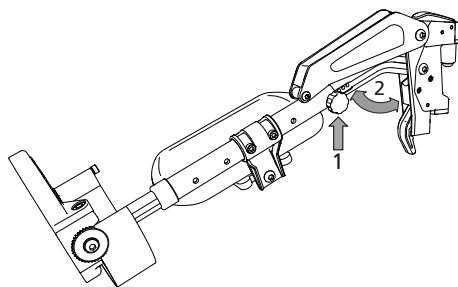

Abb.53
1. Lösen Sie die Sterngriffschraube 1-Umdrehung gegen den Uhrzeigersinn. (1, Abb. 53)
2. Ziehen Sie danach den Schraubkopf zu sich, um die Schraube aus der Verriegelung zu lösen. Bringen Sie nun die Beinstütze in den gewünschten Winkel (2, Abb. 53), es stehen Stufen von 112° bis 189° zur Verfügung.